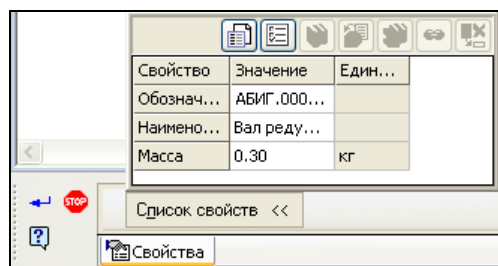

Рис. 9.4. Панель свойств: **Свойство**
- ◆ вызовите команду **Свойства чертежа**. У вас откроется Панель свойств для данной команды. Раскройте **Список свойств** (рис. 9.4). Если вы задали системные свойства в соответствующих ячейках основной надписи (как говорят конструкторы, в "штампе"), то эти свойства отображаются в раскрытом списке свойств чертежа. При редактировании этих свойств изменения передаются в соответствующие ячейки основной надписи;